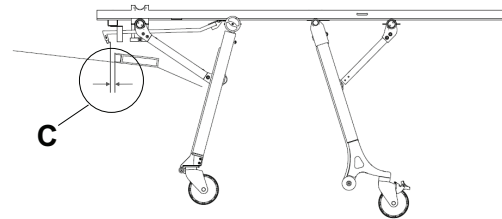

Figure 10 – Espacement entre le crochet de sécurité et la plaque d'arrêt
- L'espace horizontal (C) entre le crochet de sécurité et la plaque d'arrêt est suffisant pour le déchargement (Figure 10)